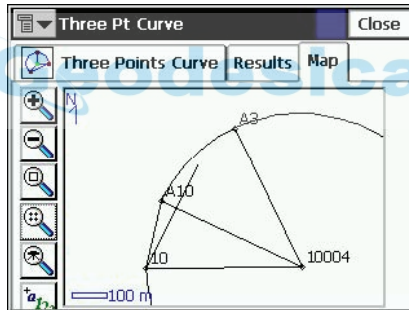

Figura 7-29. FPantalla Three Point Curve; pestaña Tab
- **Next:** abre la segunda pantalla de la pestaña *Area* (Figura 7-29).